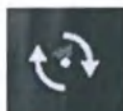

Рисунок 2-50. Готовый к вращению поперечной плоскости указатель графического дисплея
- 1 Используя тач-пад, перемещайте указатель мыши над стрелкой пока он не заменится круглым значком (Рисунок 2-50).